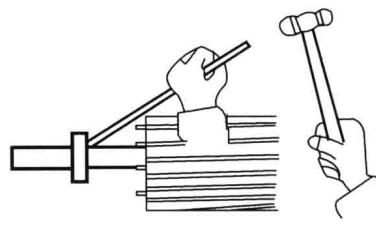

图 1-12 敲打拆卸轴承
② 用铜棒拆卸。将铜棒对准轴承内圈，用锤子敲打铜棒，如图 1-12 所示。用此方法时要注意轮流敲打轴承内圈的相对两侧，不可敲打一边，用力也不要过猛，直到把轴承敲出为止。